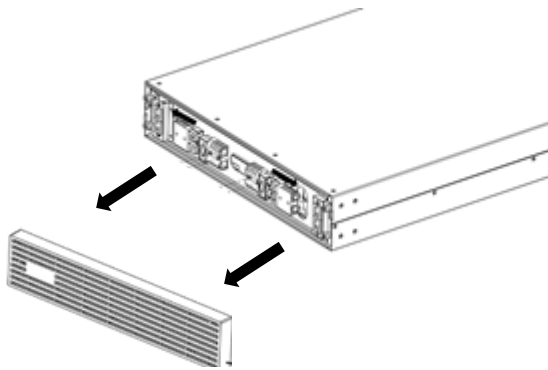

Figure 1
- 1) Retirez le panneau avant de la batterie en tirant de chaque extrémité, directement loin du boîtier métallique. (Figure 1)